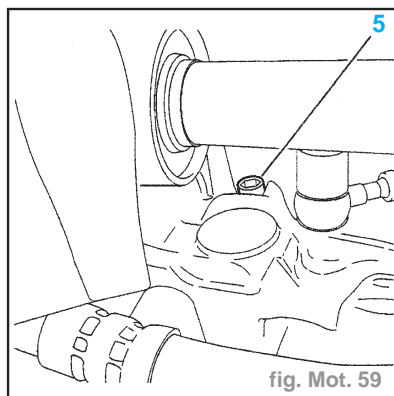

fig. Mot. 59
- Vidanger le moteur en déposant le bouchon (5) (fig. Mot. 59).